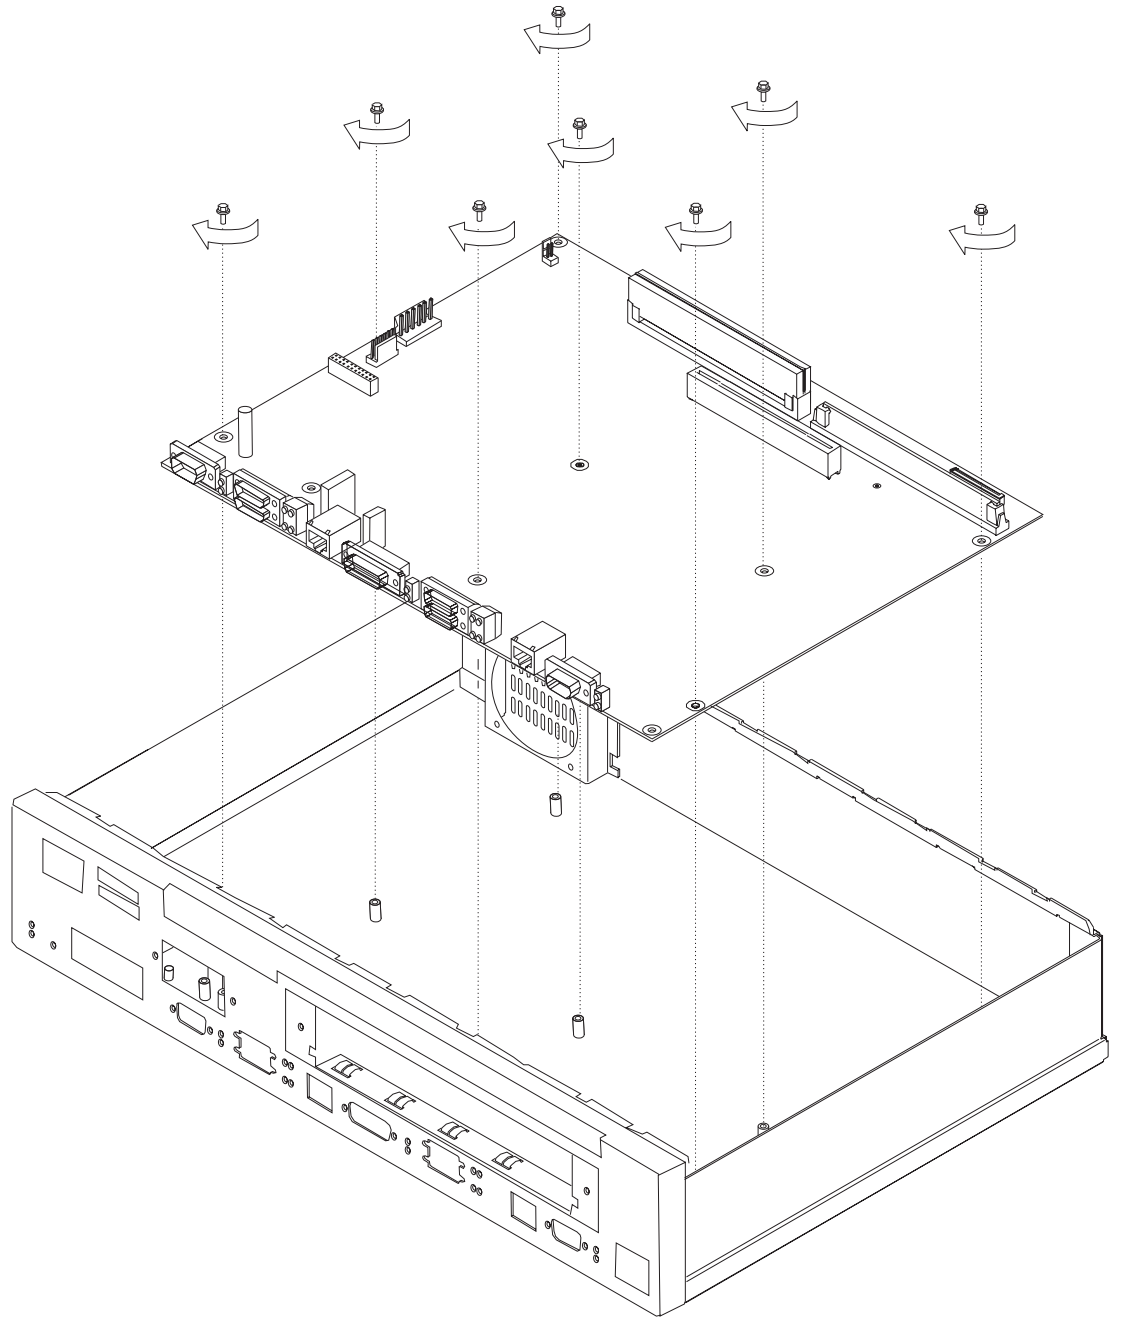

图 4-16. 系统板固定螺钉 (14T 和 24x 型)
- 3** 用扳子重新拧好系统板的固定螺钉。第4-13页的图4-16显示固定螺钉的位置。